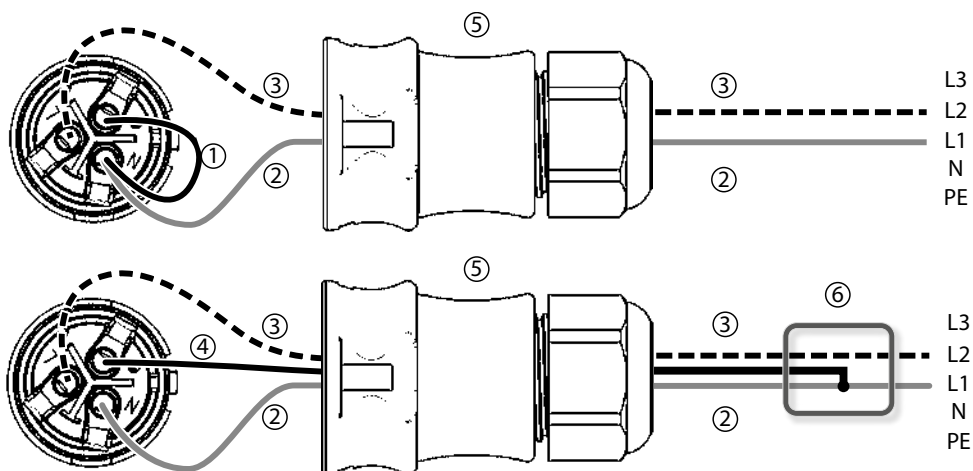

Abbildung 39
- N und L werden wechselrichterseitig zwischen die Außenleiter L1 – L2 angeschlossen. Siehe ② und ③ in Abbildung 39.
- Abbildung 39 zeigt beispielhaft die wechselrichterseitige Verbindung von L1 und FE:
- Abbildung 39: wie oben.
2. Verbinden Sie wechselrichterseitig eine der beiden angeschlossenen Phasen mit FE. Stellen Sie die Verbindung entweder im AC-Stecker oder in einem externen Unterverteiler her; siehe dazu Abbildung 39.